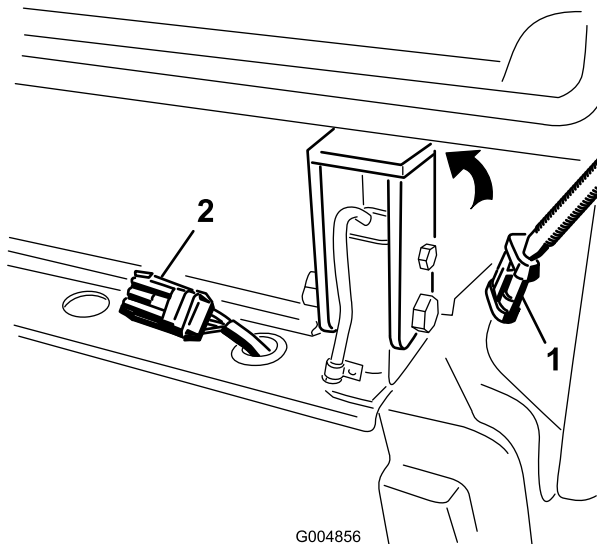

Figure 129
44. Enlevez le capuchon et branchez le connecteur du faisceau de la cabine au faisceau du support de cadre arrière (Figure 129).